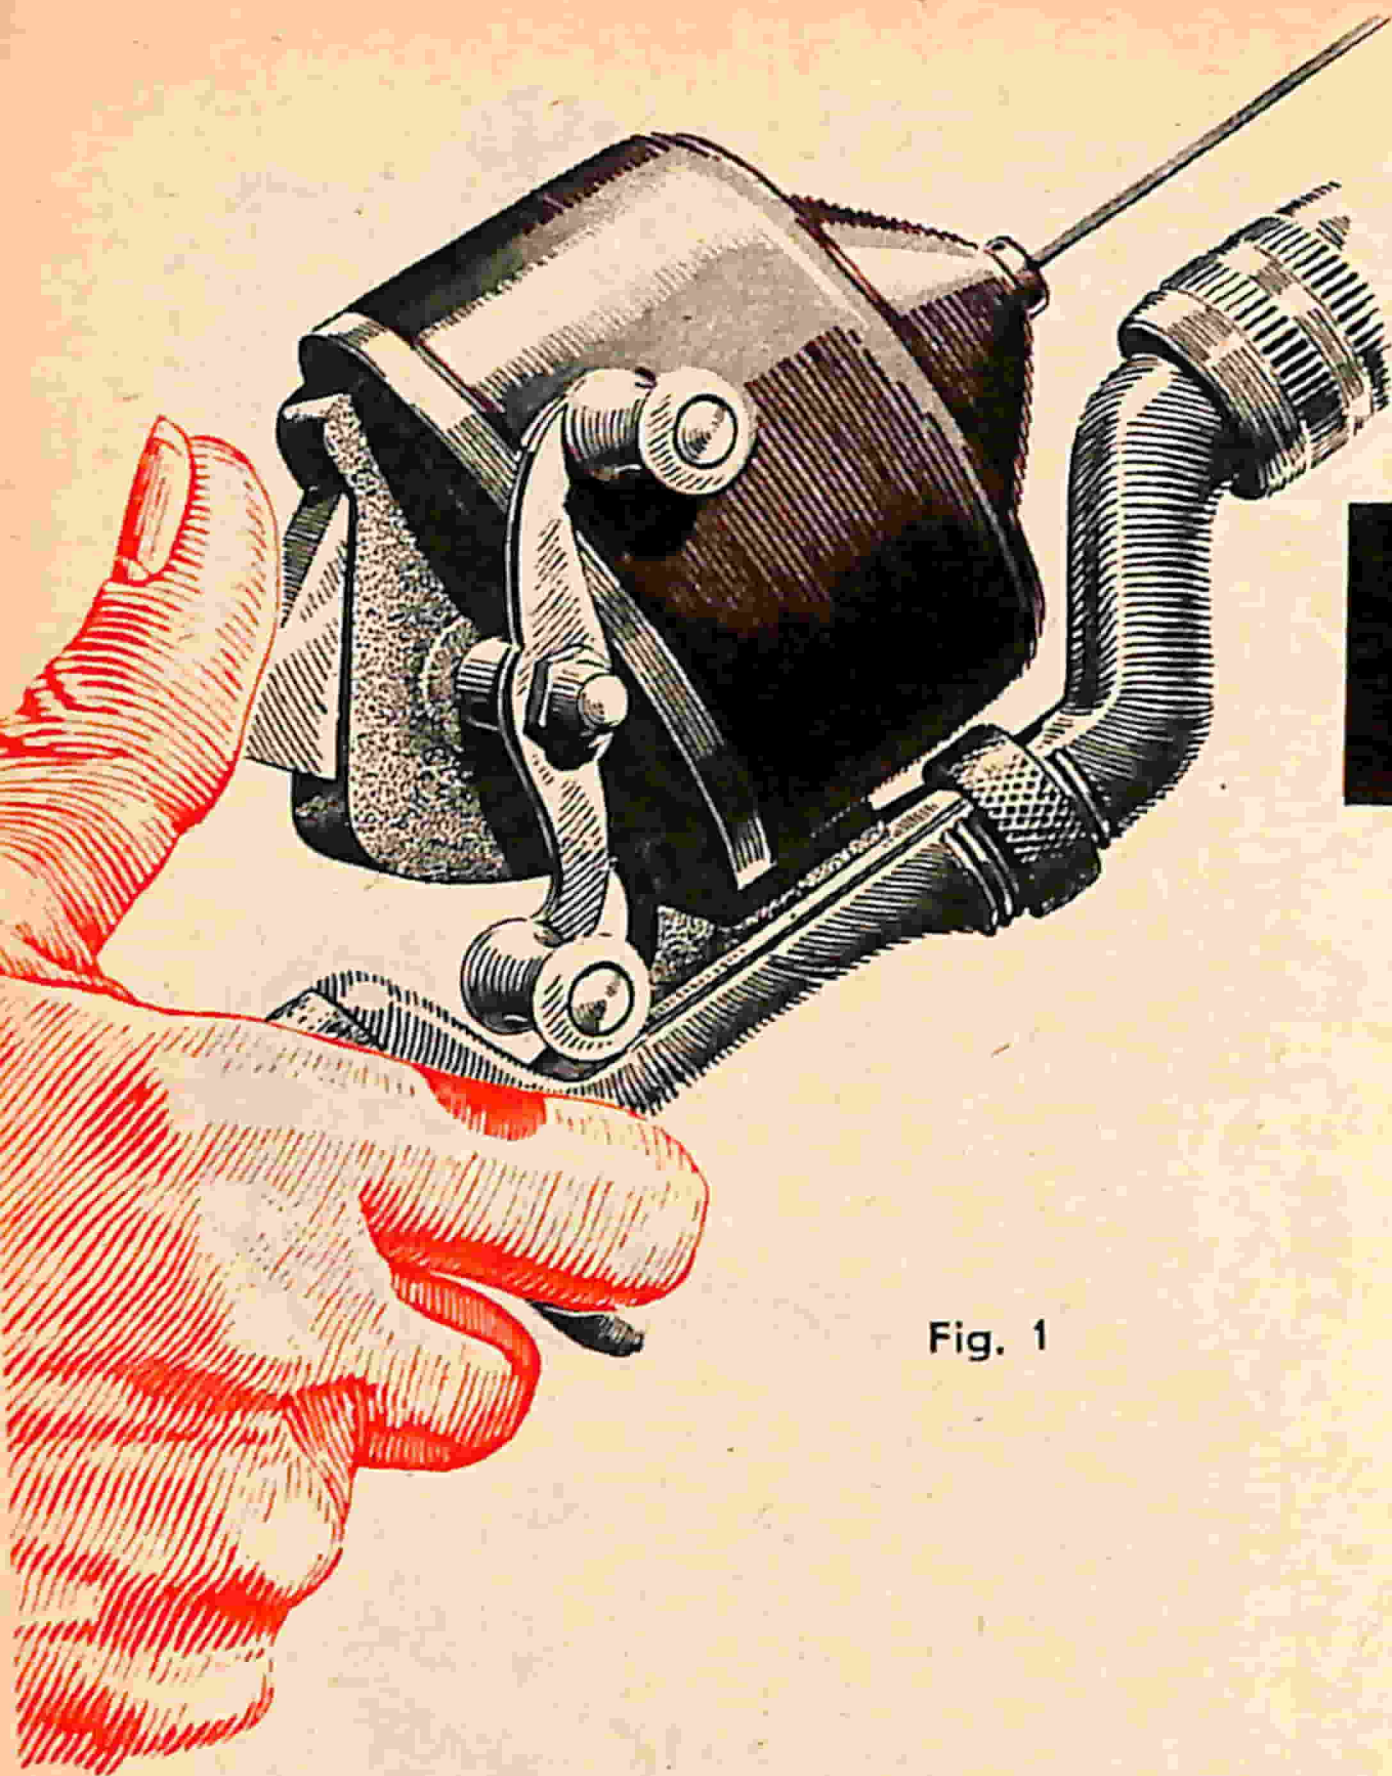

Fig. 1
**Fig. 1 - I mulinelli di tipo ermetico, provvisti di pulsante o leva per lasciar libero il filo durante il lancio, necessitano di una canna provvista di attacco speciale, al fine di consentire facile manovra.**